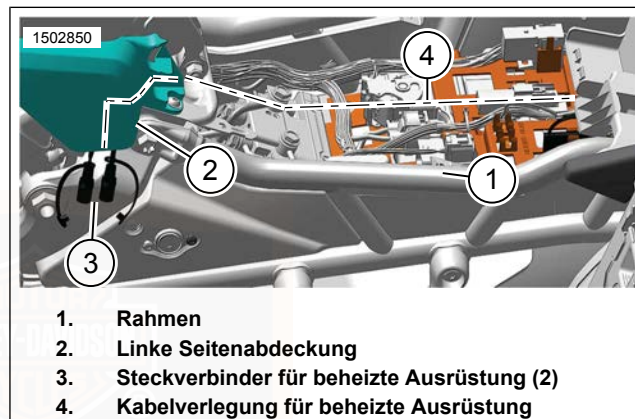

Abbildung 43. Verlegung des Steckverbinders für beheizte Ausrüstung
3. Siehe Abbildung 43. Den Kabelbaum für beheizte Ausrüstung zur linken Seitenabdeckung (2) hin verlegen (4).
4. Den Kabelbaum hinter der linken Seitenabdeckung (2) an der Rückseite nach unten führen.